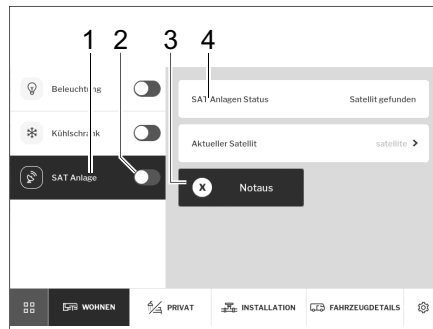

Fig. 272 Impianto satellitare
- Accendere o spegnere (Fig. 272,2) l'impianto satellitare con l'interruttore a scorrimento.
- Digitare il pulsante *Impianto SAT* (Fig. 272,1). Il satellite selezionato viene visualizzato (Fig. 272,4).
- Digitare il pulsante *Arresto di emergenza* (Fig. 272,3), se l'impianto incontra una resistenza.